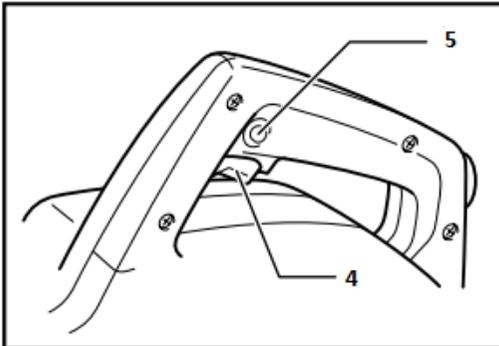

Рис. 2
Нажмите кнопку блокировки случайного пуска (5), и затем клавишу выключателя Вкл/Выкл (4) (рис. 2)